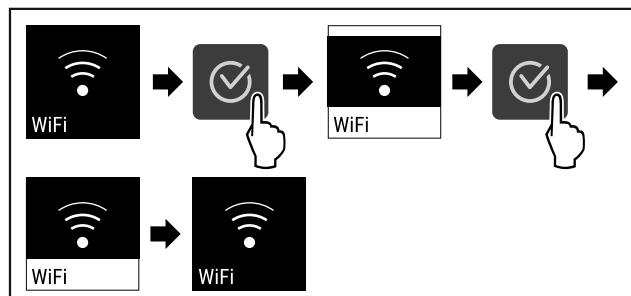

Fig. 87
- Kryeni hapat e veprimit (shihni Fig. 87).